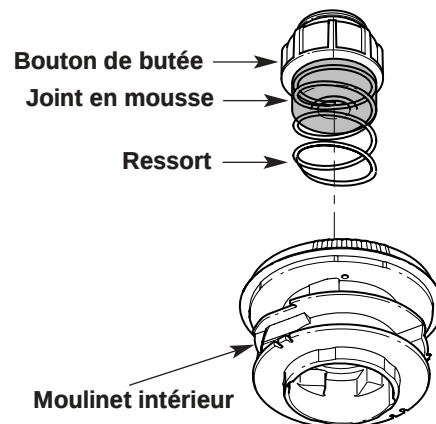

Fig. 18
1. Retirez le bouton de butée, le ressort et le joint en mousse en tournant le bouton de butée à gauche (Fig. 18).
4. Maintenez le moulinet intérieur et installez le bouton de butée, le ressort, et le joint en mousse en poussant le bouton de butée vers le bas et en le tournant à droite. Saisissez les extrémités et tirez fermement pour dégager le fil des fentes de retenue du moulinet intérieur. (Fig. 18).
2. Tirez le bouton de butée, le ressort et le joint en mousse (Fig. 18).
7. Placez le bouton de butée, le ressort et le joint en mousse dans la bobine extérieure (Fig. 18).